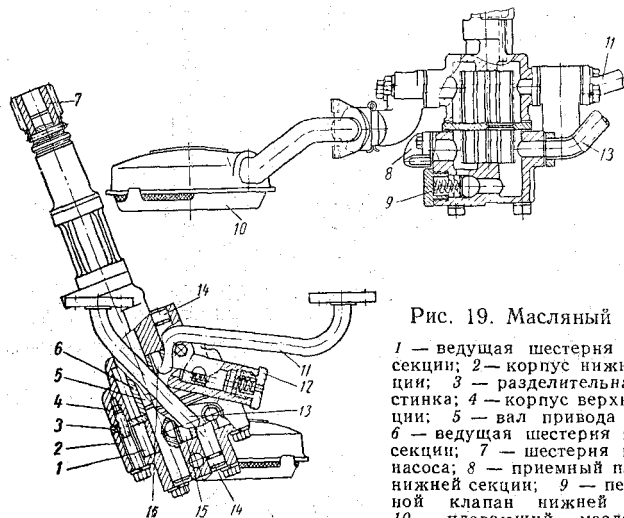

Рис. 19. Масляный насос:
**Масляный насос** (рис. 19) двухсекционный с плавающим маслоприемником, имеет две пары рабочих шестерен с прямыми зубьями. Нижняя пара шестерен нагнетает